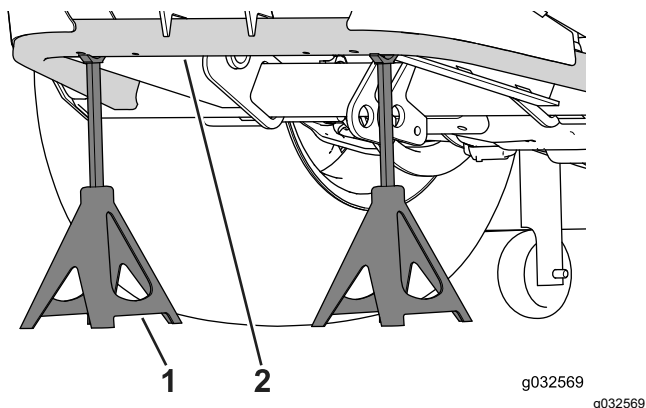

Figure 76
2. Avec un cric d'atelier, soulevez les roues arrière du sol et soutenez le cadre avec des chandelles (Figure 76).